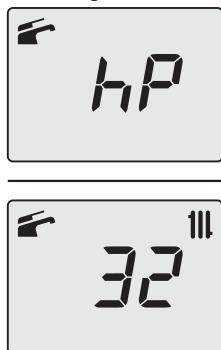

Figura 9.24
- Premendo il tasto 16 (Figura 9.20) è possibile variare la potenza in modalità spazzacamino: con visualizzazione sul display LCD delle lettere **hP** che si alternano con il valore di temperatura dell'acqua di riscaldamento (es.**32**), siamo in "funzione spazzacamino" alla potenza minima in riscaldamento (Figura 9.24).